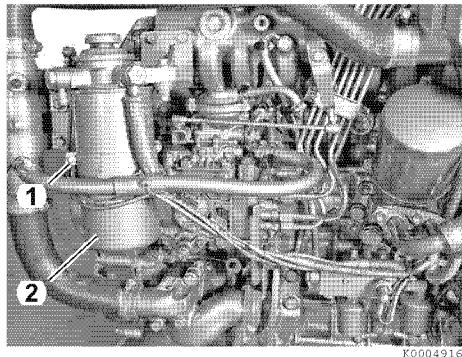

Figura 6
2. Togliere le due viti di montaggio (1, **Figura 6**) e la sede (2, **Figura 6**).